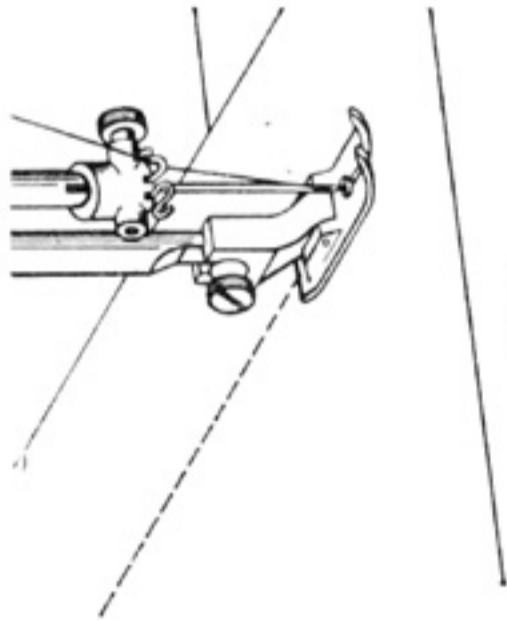

Рис. 40
25. Нормальная прямая строчка (рис. 40)